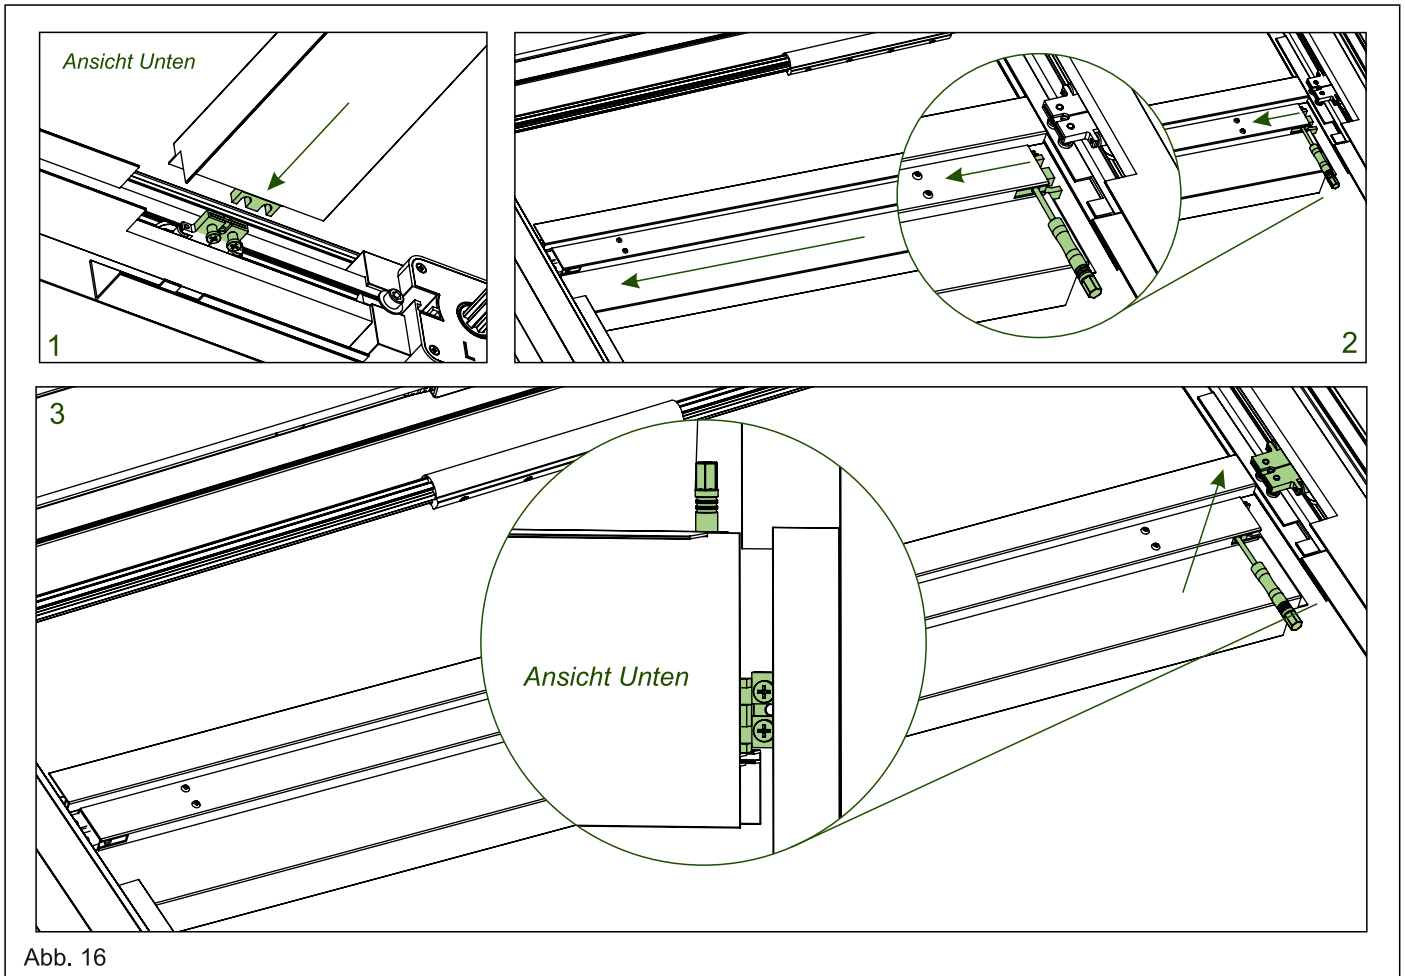

Abb. 16
- 17. 1.** Setzen Sie Markisenprofil 1 zunächst auf der linken Seite auf den Laufwagen. Die beiden Aussparungen am Profil werden dabei auf die nach unten zeigenden Schrauben des Laufwagens aufgesteckt. **2.** Die Halterung des Markisenprofils ist flexibel und lässt sich einschieben – schieben Sie diese in Richtung Laufwagen, um die rechte Seite des Profils einrasten zu lassen. **3.** Als Montagehilfe kann beispielsweise ein Schraubendreher verwendet werden: Führen Sie diesen seitlich in die Öffnung des einziehbaren Teils am Markisenprofil ein und ziehen Sie es manuell zurück. So lassen sich die Aussparungen auf der rechten Seite leichter über die Schrauben des Laufwagens führen. (Siehe Abb. 16)